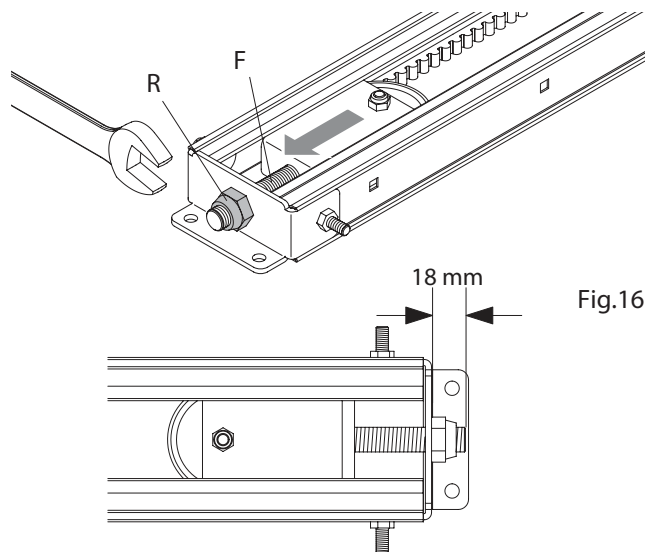

Fig.16
3. Schuif de tandriemspanner JMP.8 naar het einde van het rail zodat de eindschroef F door het gat naar buiten steekt, zie Fig.16.